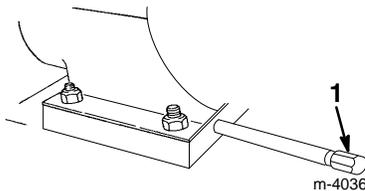

Abbildung 25
3. Eine Ölauffangschale unter die Ablaufverlängerung schieben und die Ölablaßschraube entfernen (Abb. 25).